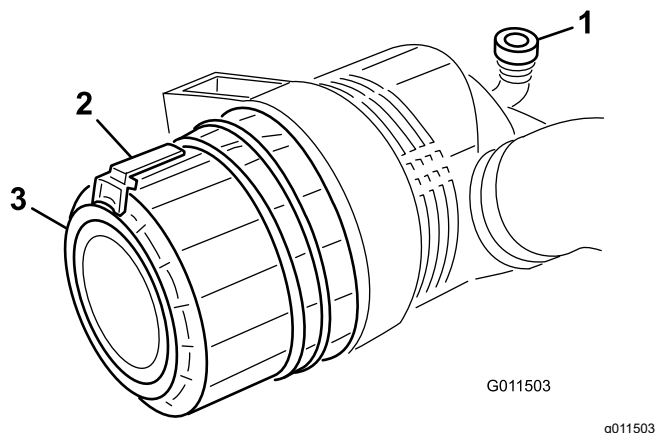

Figura 53
1. Tirate il fermo verso l'esterno e ruotate il coperchio del filtro in senso antiorario (Figura 53).